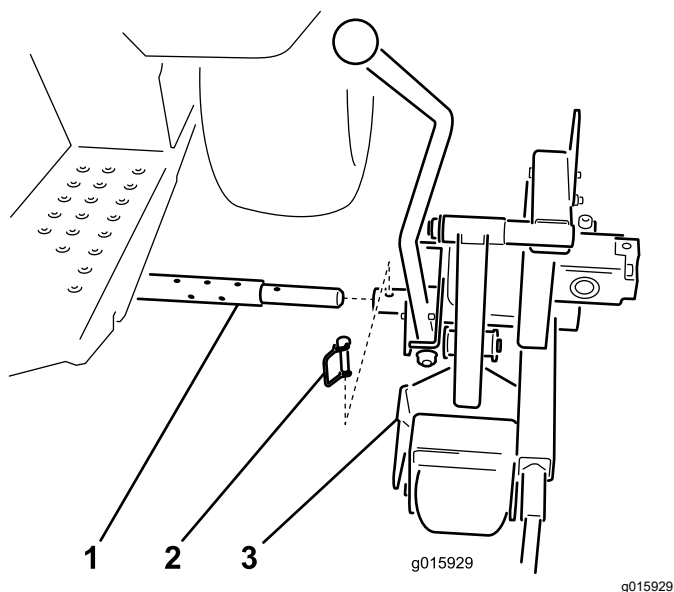

Figure 5
1. Glissez le tube de pivot de la tête de coupe sur le tube transversal (Figure 5).
2. Fixez la tête de coupe au tube transversal avec la goupille d'attelage (Figure 5).